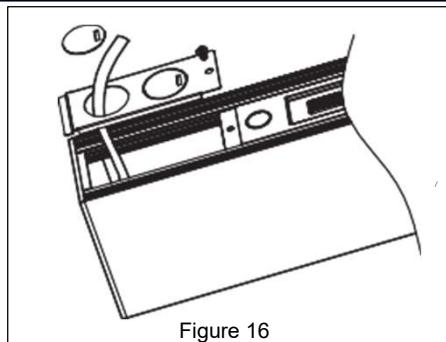

Figure 16
5. Retirez les débouchures dans le couvercle, puis dévissez le couvercle et sortez les fils pour les connecter. Effectuez les connexions de câblage conformément au **schéma de câblage**, puis réinstallez le couvercle. **Reportez-vous à la Figure 16.**